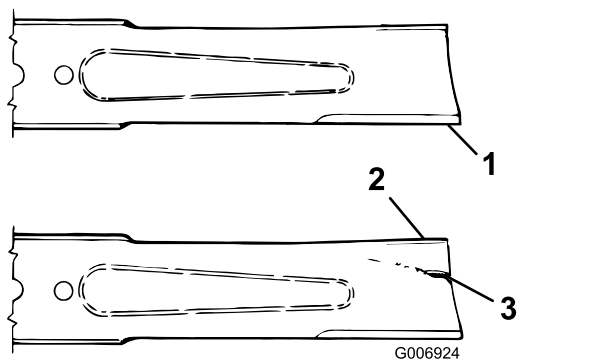

Figure 86
3. Examinez attentivement les tranchants de la lame, particulièrement au point de rencontre des parties plane et relevée (Figure 86). Remplacez
la lame si elle est usée (Figure 86) ; voir Dépose de la lame \(page 69\).